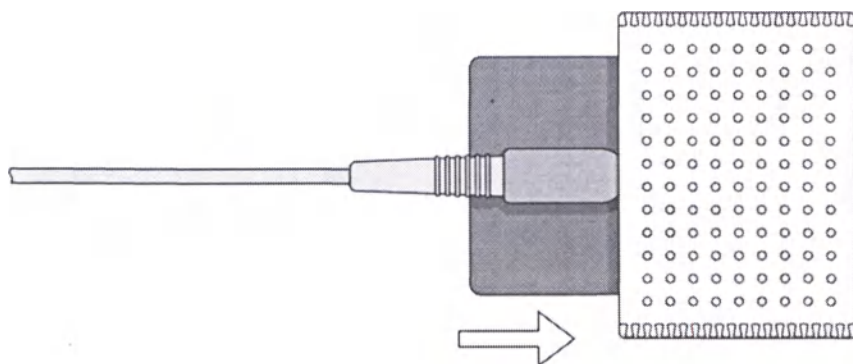

Рис. 7. Электрод в губчатой сумке
- Установите губчатую сумку на электрод (рис. 7) так, чтобы черная поверхность электрода была вся внутри сумки.